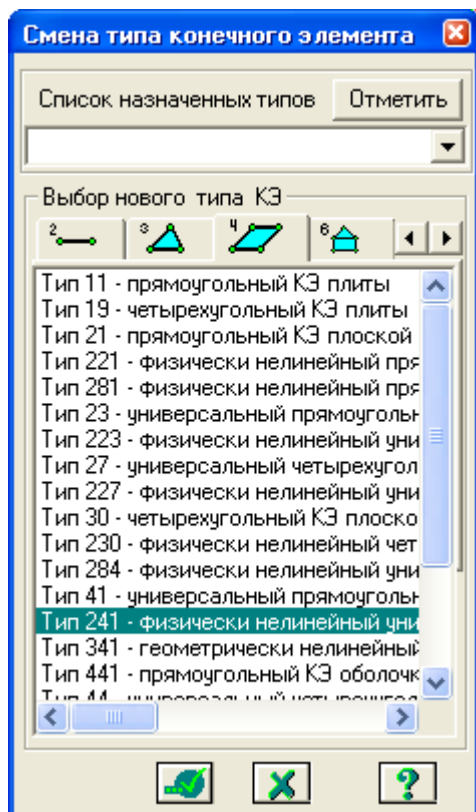

Рис.16.12. Диалоговое окно Смена типа конечного элемента
- В диалоговом окне **Смена типа конечного элемента** (рис.16.12) перейдите на четвертую закладку (четыrehузловые КЭ) и с помощью курсора выделите строку **Тип 241 – физически нелинейный универсальный прямоугольный КЭ оболочки**.